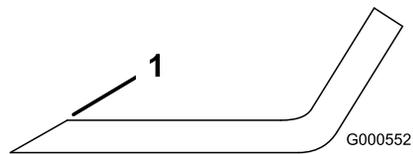

Figura 90
1. Affilate i taglienti da entrambe le estremità della lama con una lima (Figura 90).
Nota: Se la lama non è bilanciata, limate del metallo soltanto dalla costa (Figura 90).